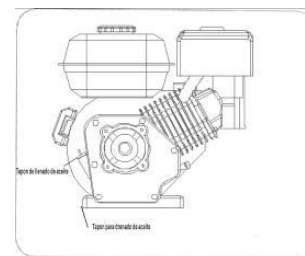

Figure 28
2. Dévissez le bouchon verseur d'huile sur le bec du trou de versement d'huile et essayez la jauge d'huile. Reportez-vous à la Figure 28.
1. Localisez le bouchon de vidange d'huile, voir Figure 28.
3. Nettoyez la surface autour du bouchon de vidange d'huile, reportez-vous à la Figure 28.